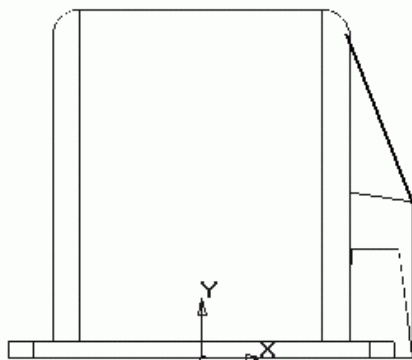

Рис. 3.100. Эскиз ребра жесткости крышки редуктора
10. Создайте ребро жесткости над местом крепления крышки подшипника тихоходного вала. Эскиз ребра разместите в плоскости *XU* приблизительно так, как показано на рис. 3.100.